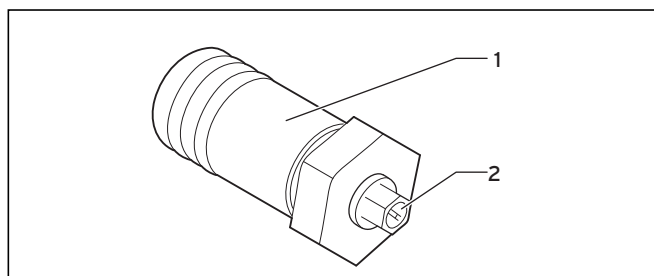

Abb. 5.6 Stopfen mit Entlüftungsöffnung bei Flachkollektoren
- nur bei Flachkollektoren: Entlüftung über die Entlüftungsöffnung (→ **Abb. 5.6, 2**)
Bei den Flachkollektoren wird an oberster Stelle ein Stopfen mit Entlüftungsöffnung (→ **Abb. 5.6**) montiert.